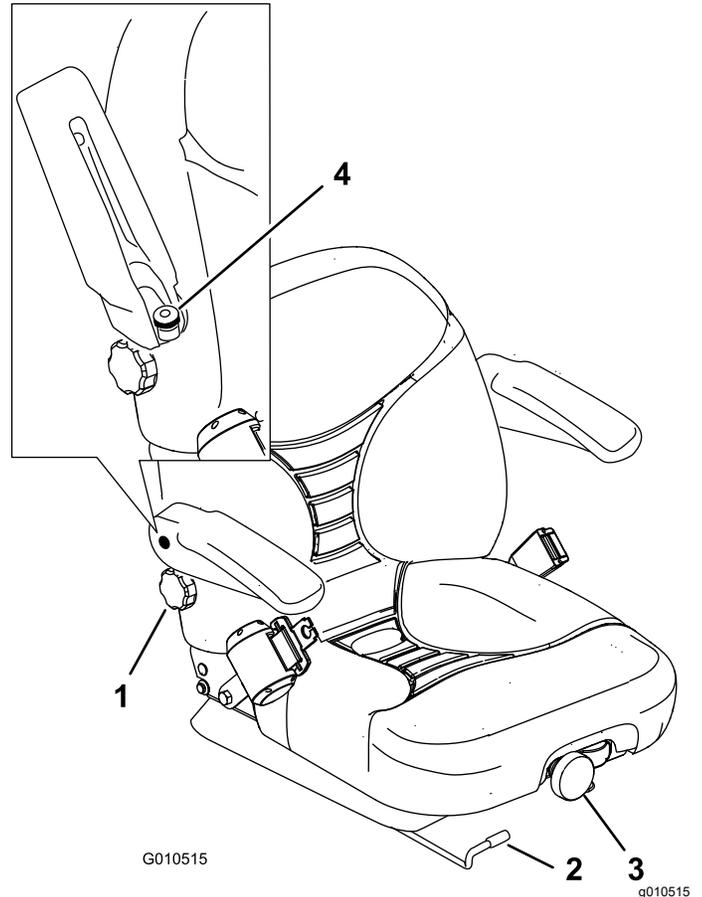

图 30
1. 横向移动控制杆打开座椅的锁定图 30。
要调整座椅可向任一方向旋转前旋钮以提供最佳的舒适度图 30。
要调整座椅可向任一方向旋转旋钮在右扶手下方以提供最佳的舒适性图 30。
提起扶手并向任一方向旋转旋钮以提供最佳的舒适性 (图 30)。